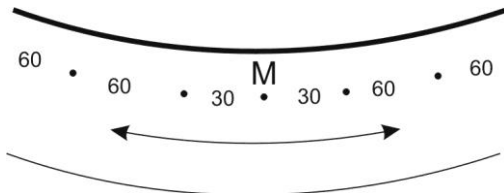

Abb. 2.1
Schritt 2: Befestigung von Haken und Spannern, Löcher für Stifte (Abb. 2.1 bis 2.5)
Im Abstand vom 60 cm sind vom Ausgangsmesspunkt „M“ ca. 5–10 cm unter dem Handlauf die Stellen für Haken (13) rundum das Becken zu markieren (vom Haken zu Haken immer ca. 60 cm, Abb. 2.1). Zusätzlich sind zwei Markierungen für Haken im Abstand vom 30 cm rechts und links vom Ausgangsmesspunkt „M“ zu markieren.